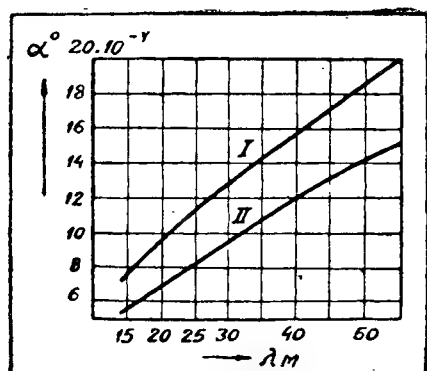
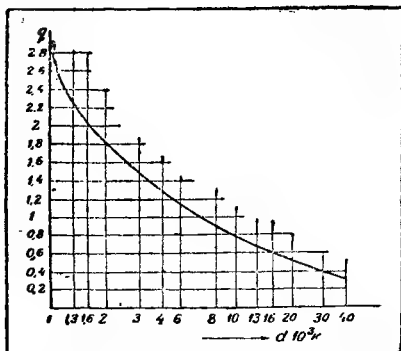

Рис. 5. Зависимость коэффициента α^0 от длины волны
Рис. 7. Зависимость множителя q от расстояния
Зависимость этих коэффициентов от длины волны, вычисленных на основании опытных данных, приведена в виде кривых на рис. 5 и 6.
Полученные из кривых 5 и 6 коэффициенты необходимо помножить на множитель q , величина которого зависит от общей длины линии радиосвязи и берется из кривой рис. 7. Например для $d = 3000$ км $q = 1,44$.
2. Для $\lambda = 21$ м и $\lambda = 42$ м по кривым рис. 5 и 6 находим, чему равны коэффициенты поглощения a_1^0 , a_2^0 , a_3^0 и a_4^0 в различных зонах ионосферы. Поправочный множитель q , согласно рис. 7, берем равным 1,5. Результат переписываем в табл. 4.